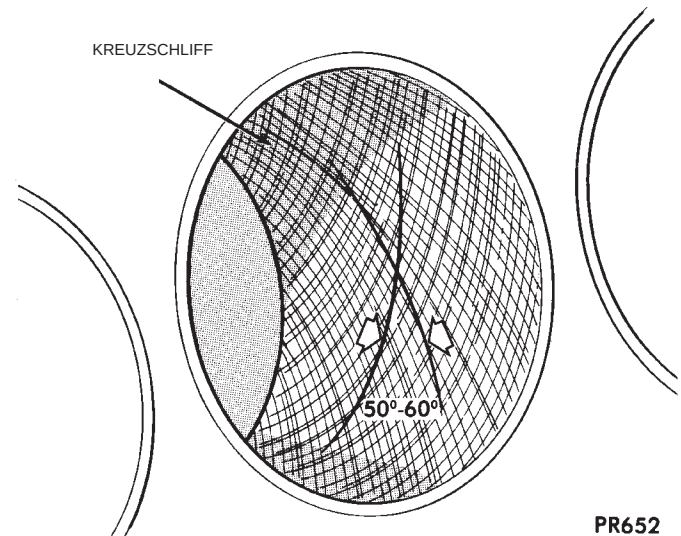

Abb. 5 Kreuzschliff der Zylinderlaufläche
(3) Die Hubgeschwindigkeit ist so zu wählen, daß ein Kreuzschliff entsteht. Die Bearbeitungsspuren müssen sich in einem Winkel von 50 bis 60 Grad **kreuzen**, damit die Kolbenringe richtig sitzen (Abb. 5).